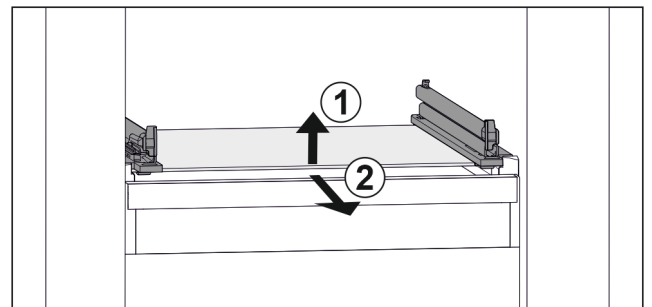

Fig. 68 Representación de la placa de vidrio a modo de ejemplo
- ▶ Levante la placa de vidrio por delante. Fig. 68 (1)
- ▶ Retire la placa de vidrio hacia delante. Fig. 68 (2)